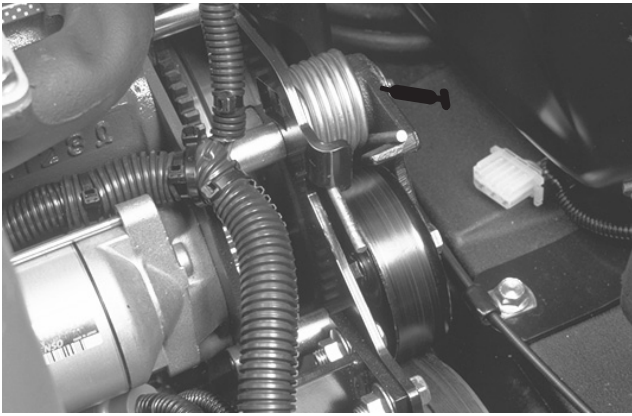

Bild 32
- Riemenspannungsdrehbüchse (Bild 32).